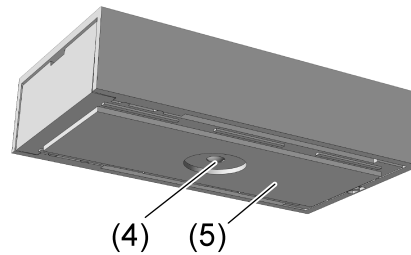

Imagen 5: Parte inferior de la caja con almohadillas adhesivas
- Colocar la almohadilla adhesiva (5) en la parte inferior de la caja (Imagen 5). Retirar para ello la lámina protectora, colocar sobre la parte inferior del sensor y presionar firmemente. No pegar encima del conductor de luz (4) para la medición de luminosidad.